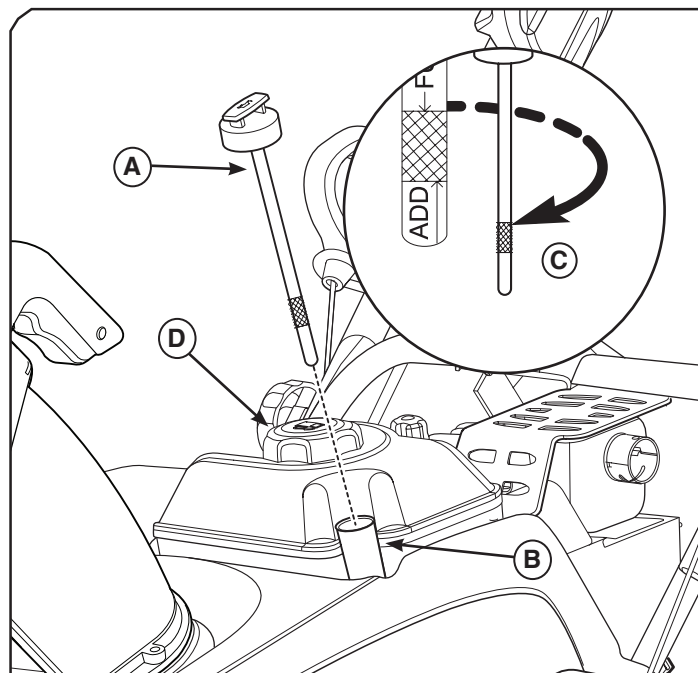

Figura 1
4. Retire la varilla de aceite. (A, Figura 1) y pásele un trapo limpio.
5. Agregue aceite lentamente en el llenado de aceite del motor (B).
8. Si es necesario, agregue aceite hasta que el nivel alcance la marca lleno (C) en la varilla de aceite. No lo llene en exceso.
1. Limpie la suciedad y los desechos del área de la tapa del combustible. Retire la tapa del combustible (D, Figura 1).